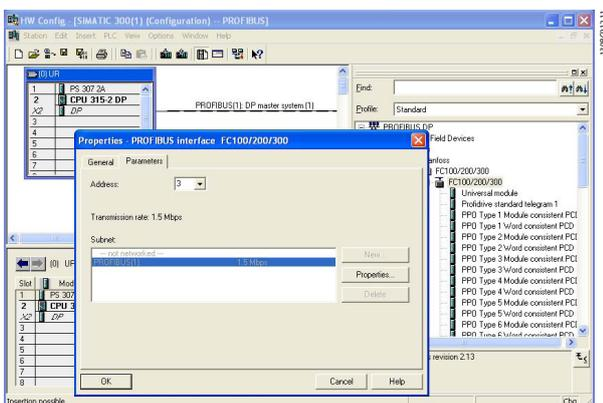

Abbildung 3.7 Auswahl der Adresse
- Ein Fenster für die Adresse des FC 300 wird geöffnet. Wählen Sie die Adresse aus der Scroll-Down-Liste aus. Stellen Sie sicher, dass die Adresseinstellung der vorherigen Adresseinstellung in *Parameter 9-18 Teilnehmeradresse* entspricht. Siehe *Abbildung 3.7*.